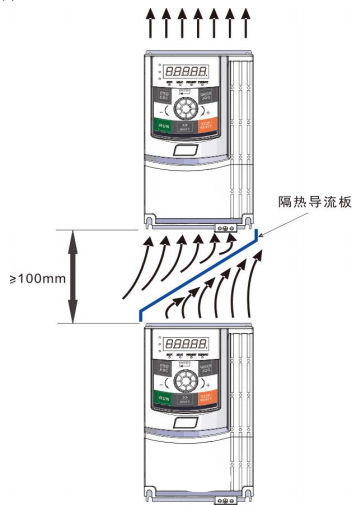

图3-6. CM530H-PLUS变频器安装示意图
- 1) 请垂直安装变频器，便于热量向上散发。但不能倒置。若柜内有较多变频器时，最好是并排安装。在需要上下安装の場合，请参考图3-6的示意，安装隔热导流板。